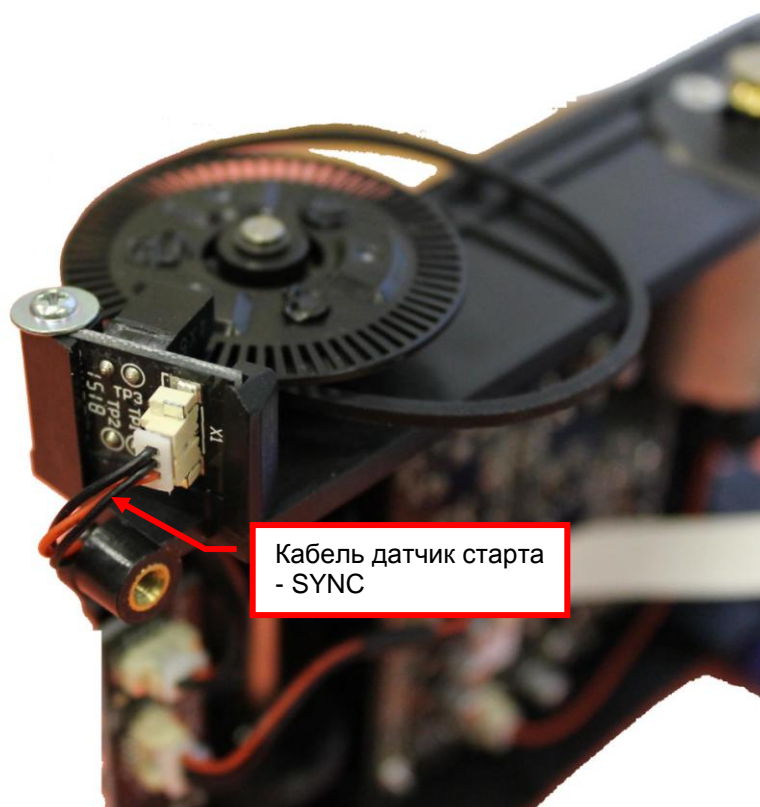

Рис. 8.30
8.14.3 Отсоедините кабель датчик старта - SYNC от разъема X1 модуля синхродатчика (см. рис.8.30).